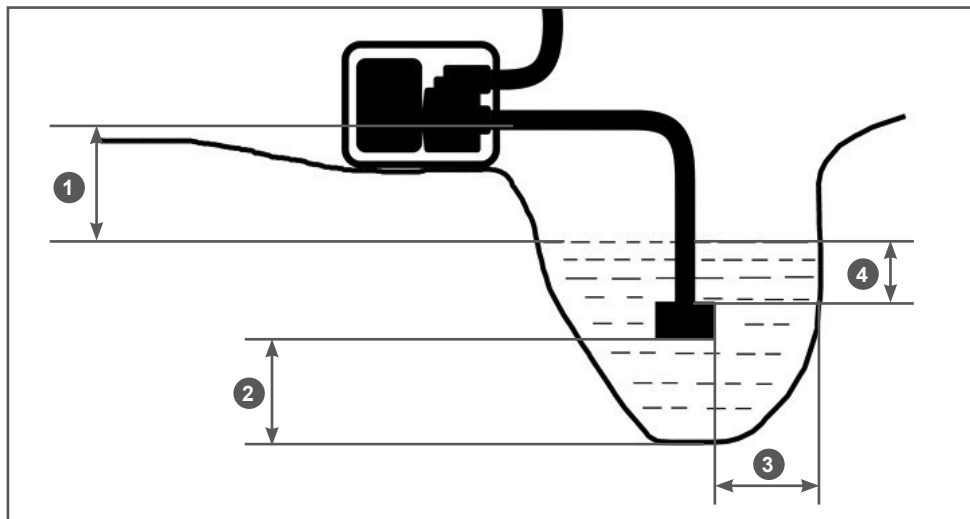

Рис. 12 Расположение мотопомпы и всасывающего фильтра
обеспечив вертикальное положение фильтра. При расположении всасывающего рукава с установленным фильтром соблюдайте все требования, указанные на Рис. 12.
2. Необходимо установить мотопомпу как можно ближе к источнику воды. Чем меньше высота расположения мотопомпы по отношению к уровню забора воды (Рис. 12 п. 1), тем быстрее происходит всасывание воды и выше производительность насоса.